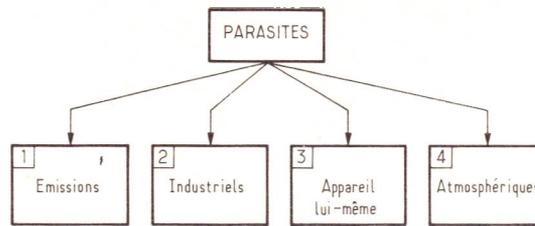

Figure 2
**Catégorie 4 :** parasites atmosphériques (figure 2).
Rappelons que si l'antenne est du type Yagi, le maximum de puissance sera capté si le bras de l'antenne est orienté dans la direction  $E_1R$  (émetteur-récepteur). Dans ces conditions, la position à adopter pour obtenir ce résultat serait la position  $A_1$  dans laquelle les éléments de l'antenne sont les directeurs, le radiateur et le réflecteur (voir figure 2).